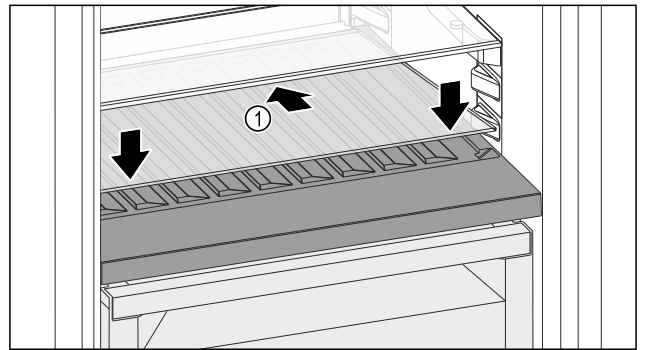

Fig. 99
- ▶ Postavite staklenu ploču Fig. 99 (1) ukoso, nagnutu straga prema dolje.
- ▶ Staklenu ploču Fig. 99 (1) podignite sprijeda.